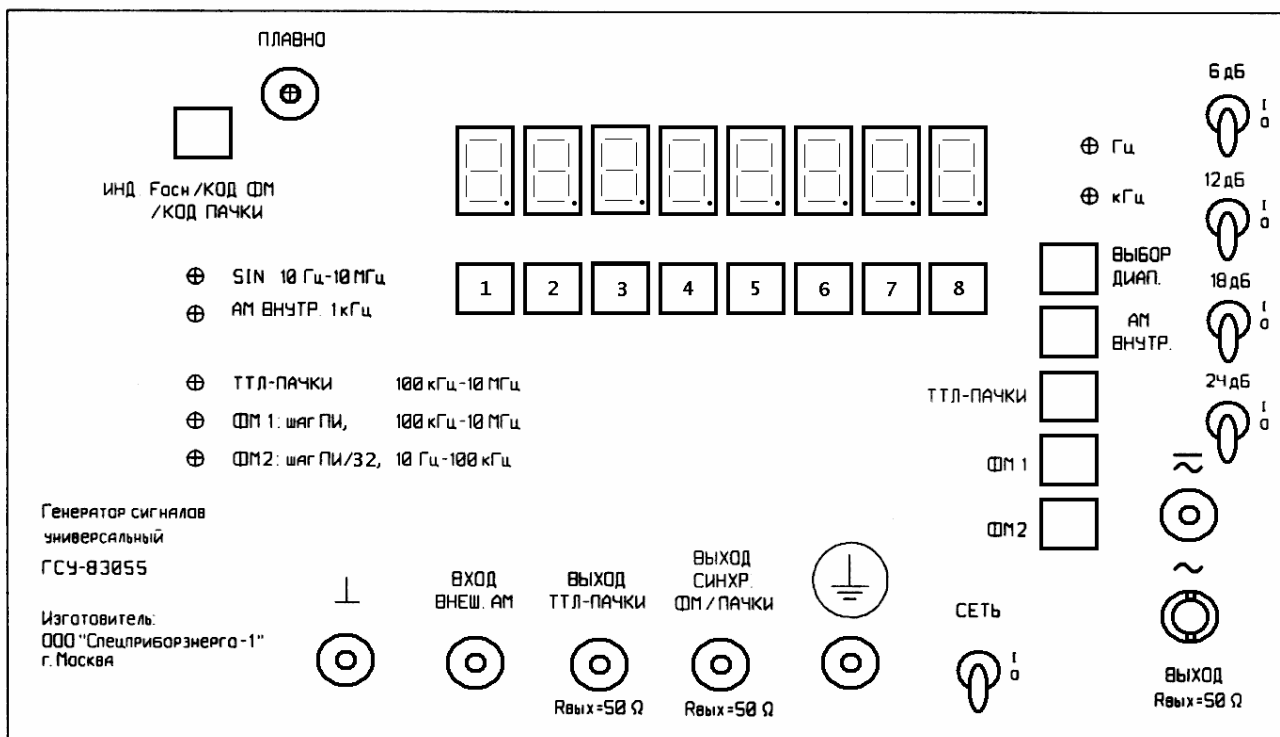

Рис. 1.1
1.1. Схема расположения выводов и органов управления Генератором приведены на рис.1.1